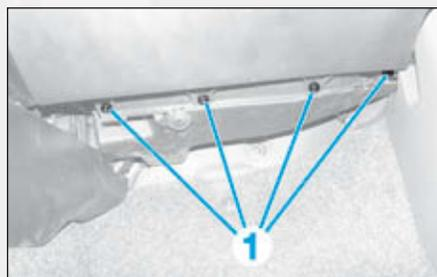

FIG.3
- Déposer les vis (1) (Fig.3).